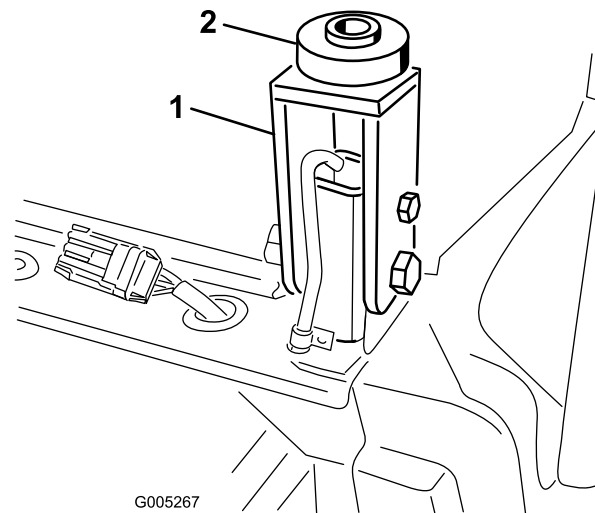

Figura 112
35. Inserite un supporto in gomma su ciascun supporto della cabina nei punti di montaggio posteriori (Figura 112).